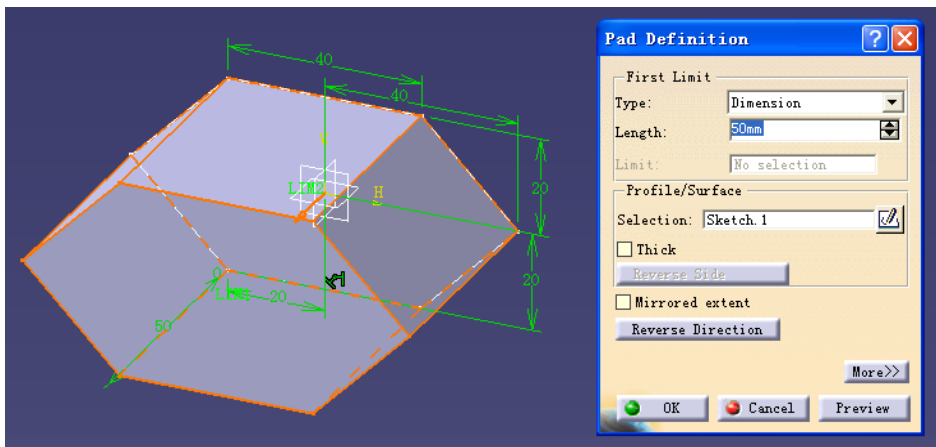

图 3-85
- (2) 点击  后，长度设为 50mm（见图 3-85）。